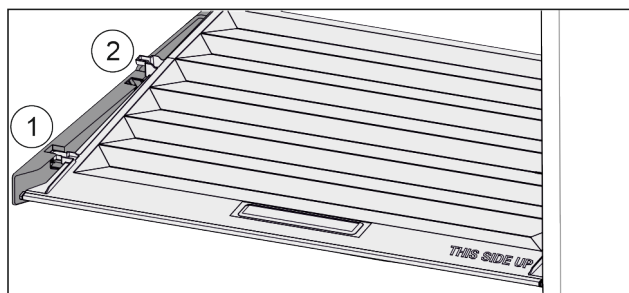

Fig. 32
- ▶ Издърпайте напред Fig. 32 (1) капака до отвора в задържащите части.
- ▶ Повдигнете го отзад отдолу и отстранете Fig. 32 (2) нагоре.